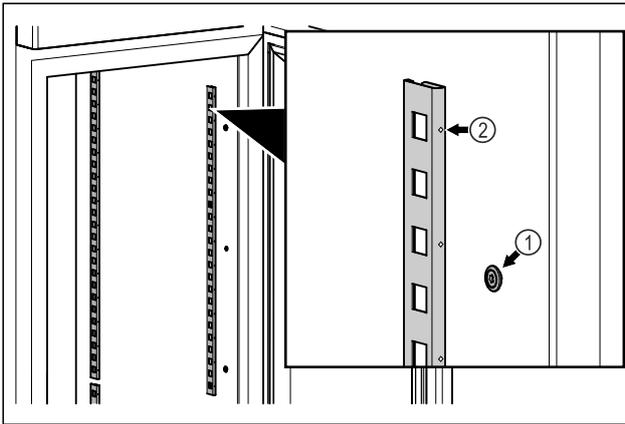

Fig. 85 Representación a modo de ejemplo
- ▶ Enganchar las tiras de retención en la suspensión Fig. 85 (1). La marca Fig. 85 (2) debe apuntar hacia delante.